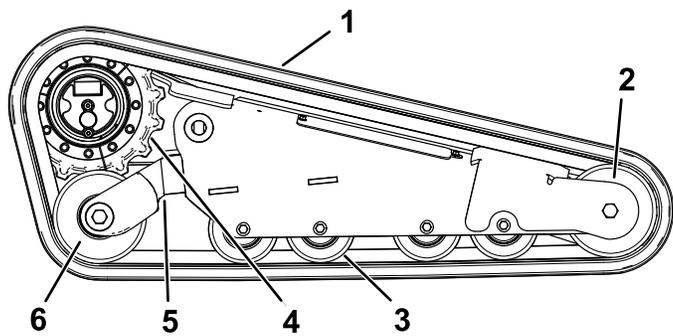

Figure 69
**Important:** Nettoyez soigneusement les galets de roulement, la roue avant et le pignon d'entraînement (Figure 69). Les galets de roulement doivent tourner librement lorsqu'ils sont propres.